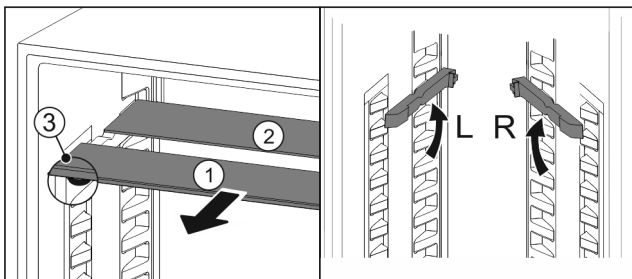

Fig. 112
- Trekk glassplatene enkeltvis fremover og ut Fig. 112 (1).
- ▷ Glassplate Fig. 112 (1) med pyntelist ligger foran.
- ▷ Stopperer Fig. 112 (3) peker nedover.